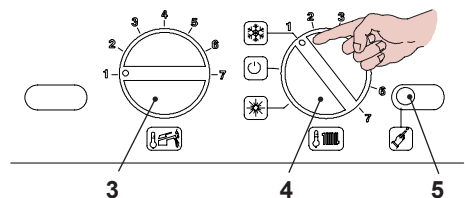
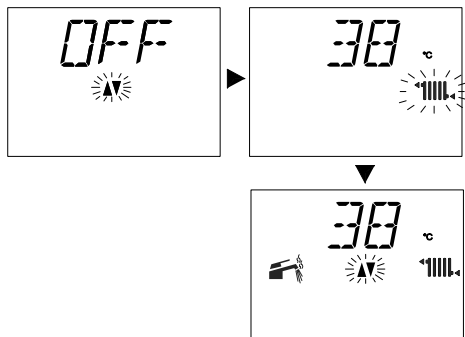

Fig. 6.5
Fig. 6.6
- Ruotare il selettore di funzione 4 come indicato in Fig. 6.5, la caldaia è nella funzione "attesa inverno" nel LCD comparirà l'indicazione visiva riportata nella Fig. 6.6.